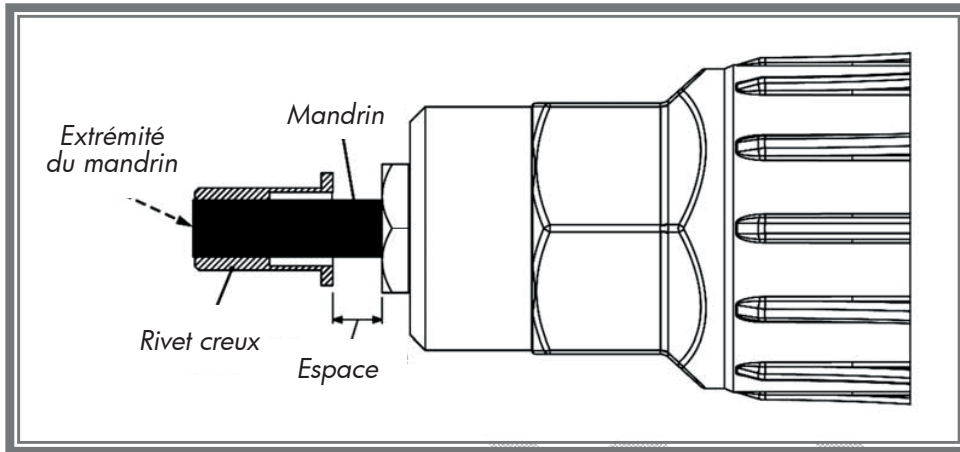

Figure 5
7. Relâchez la gâchette de la perceuse quand la pointe du rivet atteint l'extrémité du mandrin (figure 5).
REMARQUE : Si vous n'utilisez pas le mandrin fourni ou la longueur de mandrin recommandée, ou si le rivet creux est plus court ou plus long qu'un rivet creux ordinaire, laissez un espace de 4 à 8 mm entre l'extrémité du rivet et l'enclume (figure 5), pour permettre au mécanisme d'entraînement de s'engager suffisamment avant de comprimer le rivet creux. Si vous ne laissez pas un espace suffisant, cela peut provoquer un dysfonctionnement prématuré du mécanisme d'entraînement.